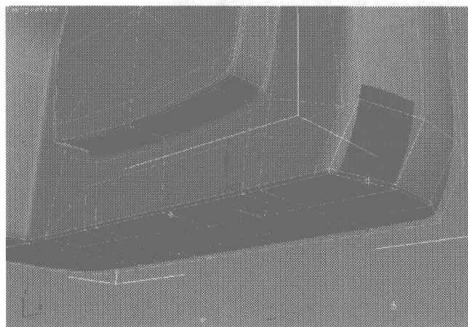
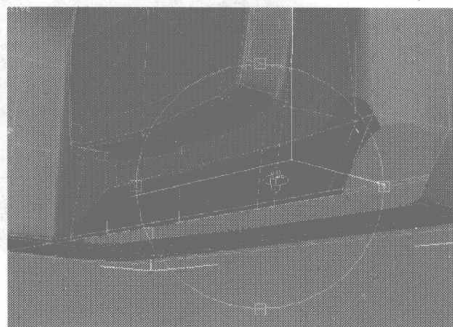
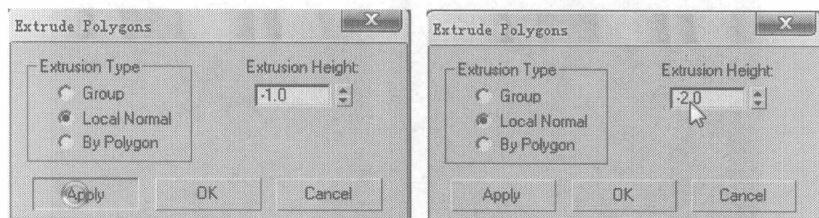

图 6.318
图 6.319
图 6.320
- 03** 选择如图 6.318 所示的面，将其删除，再选择如图 6.319 所示的面，在 Edit Polygons 卷展栏中单击 **Extrude** 右侧的小按钮，在弹出的对话框中设置挤压参数，如图 6.320 所示。